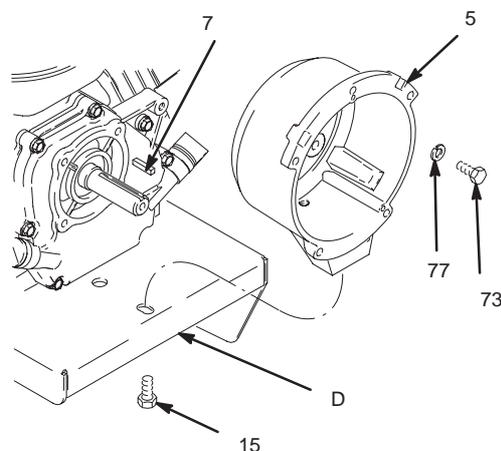

Fig. 11
1. Fig. 11. Saque los cuatro tornillos de cabeza (73) y las arandelas de seguridad (77) que sujetan el cárter del embrague (5) al motor.
2. Saque el tornillo (15) de debajo de la placa de montaje (D).
3. Saque la chaveta del motor (7).
4. Extraiga el cárter del embrague (5).
1. Fig. 11. Coloque el cárter del embrague (5).
2. Instale los cuatro tornillos de cabeza (73) y las arandelas de seguridad (77) y sujete el cárter del embrague (5) al motor. Apriete a un par de 22,6 N.m.
3. Instale el tornillo de cabeza (15) por debajo de la placa de montaje (D). Apriete a un par de 35,2 N.m.